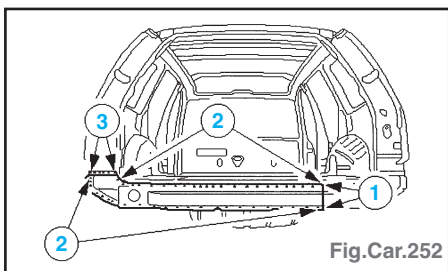

Fig.Car.252
- Souder en cordon continu sous gaz protecteur (1), par points (2) et par bouchonnage (3) (Fig.Car.252).